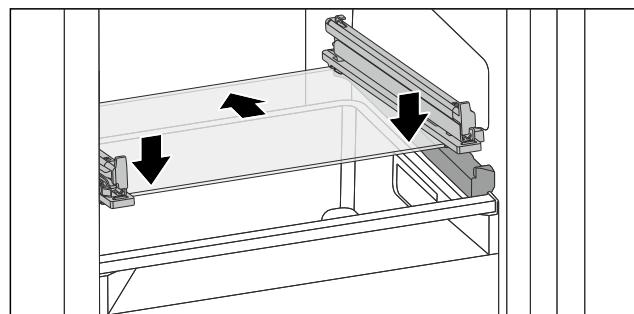

Fig. 132 Glasplatte des abkippbaren Schubfachs
- Glasplatte schräg hinter den Stopfern aufsetzen. (siehe Fig. 132)